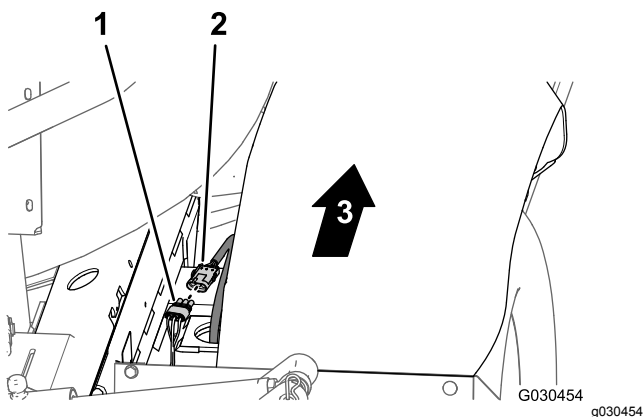

Figura 108
- En la parte trasera de la máquina (entre el larguero derecho del bastidor y el guardabarros derecho), conecte el conector de 3 pines del arnés del sensor de velocidad del motor de tracción hidráulica derecho al conector hembra de 3 vías (sin etiquetar) del arnés principal trasero (Figura 108).